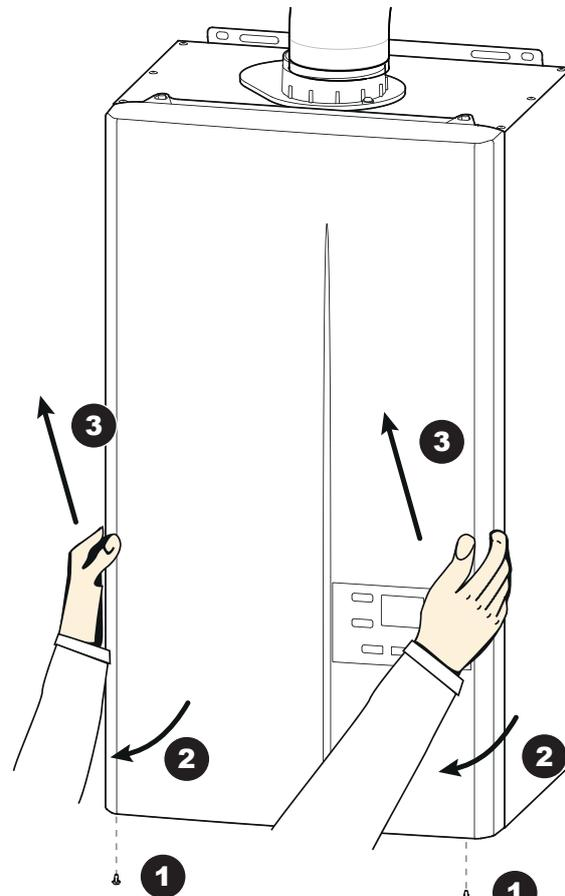

Abb. 26 - Abbau der Vorderseite
- Vorderseite abnehmen (siehe *Abb. 26, Seite 47*).